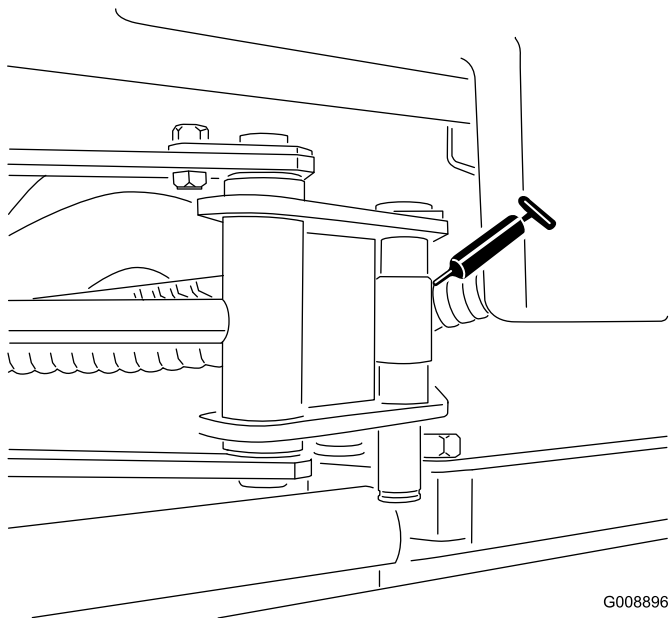

Figura 33
- 2 extremidades do cilindro sidewinder (Figura 33)